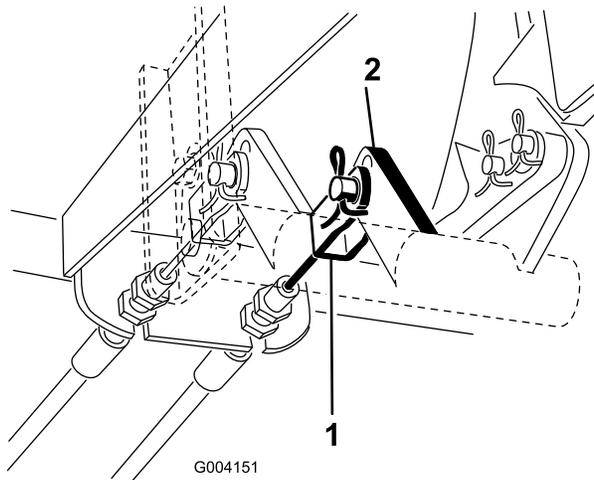

Figura 68
2. Desconecte el cable de freno izquierdo del pedal de freno (Figura 68) y ponga el freno de estacionamiento.